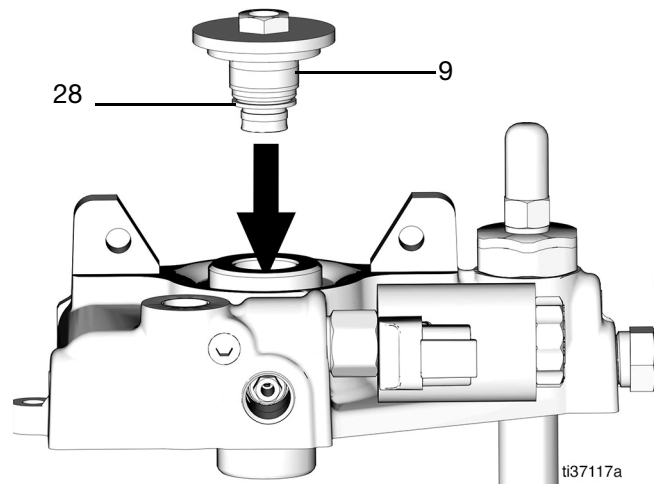

Рис. 53
6. Смажьте уплотнительное кольцо (28) консистентной смазкой, затем поместите стопорную гайку (9) на корпус насоса и слегка затяните (Рис. 53).